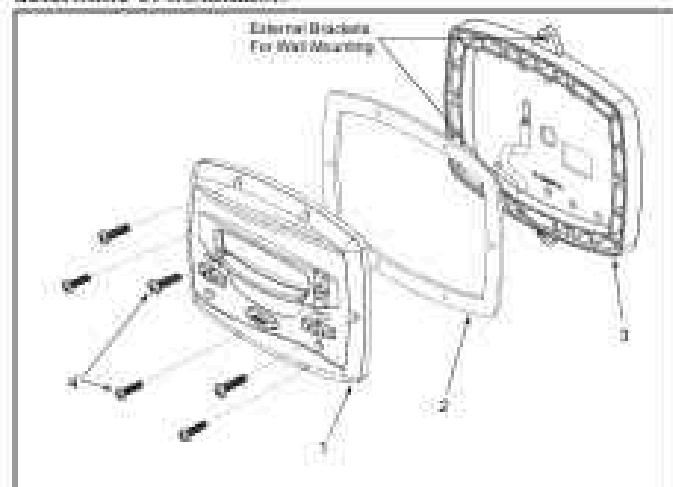

Figure 3. Componentes del controlador
La unidad del controlador consta de los componentes siguientes, ver "Figure 3. Componentes del controlador":
3. Perfore la plástico que cubre los orificios para tornillos de la placa posterior. Véase "Figure 3: Componentes del controlador".
3. Se requiere un mínimo de dos (2) elementos de fijación (provistos por el instalador) para sostener el controlador firmemente sobre una pared plana.
4. La placa posterior posee diez (10) orificios de montaje para elegir. Perfore solo la película de plástico de los orificios que utilizará. Véase Figure 3.
6. En la parte inferior de la placa posterior, corte las dos (2) pestañas con una herramienta apropiada, como un coriador de cartón o un cuchillo de corte, y coloque el cable por el canal abierto.